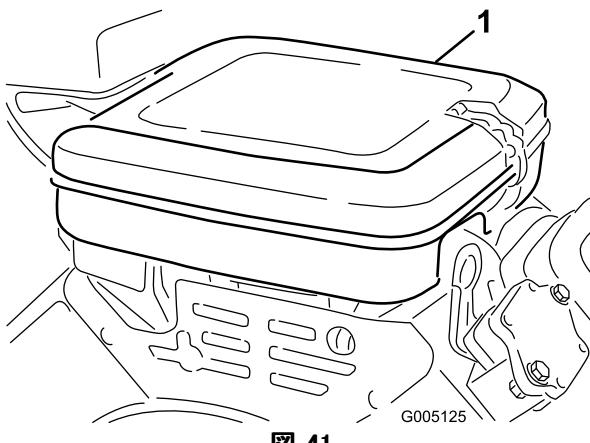

図 41
- ロック用クリップを取り、エアクリーナカバー（図 41）を外す。カバーを丁寧に清掃する。